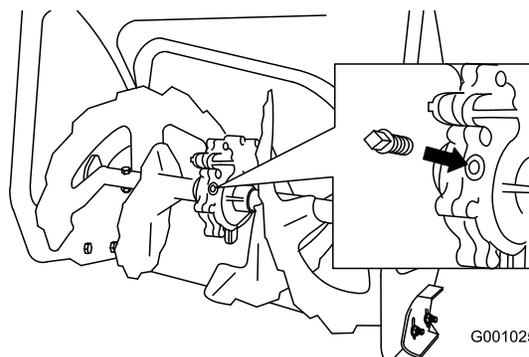

Bild 39
- Reinigen Sie den Bereich um die Rohrverschluss (Bild 39).